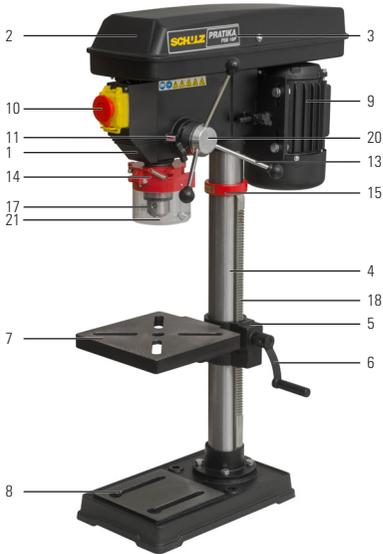

FIGURA 7.1
- Separe todas las piezas embaladas, y compare cada uno de los ítems con la ilustración y la lista de piezas sueltas (Figura 7.1 y 7.2).